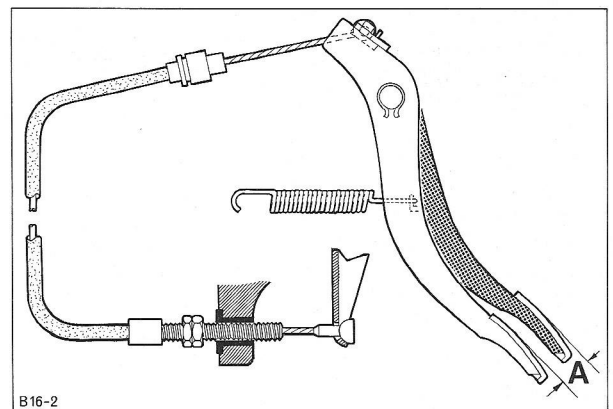

Fig.193 Vrije slag van koppelingpedaal afstellen.
11. Stel de vrije slag van het koppelingpedaal af (fig.193), zoals in Werknummer 16 713 is beschreven.